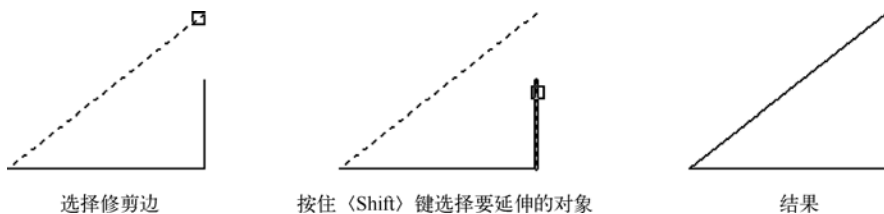

图 3-34 从修剪切换到延伸
5) 在修剪操作中, 可以切换到延伸方式, 如图 3-34 所示。其操作方法如下。